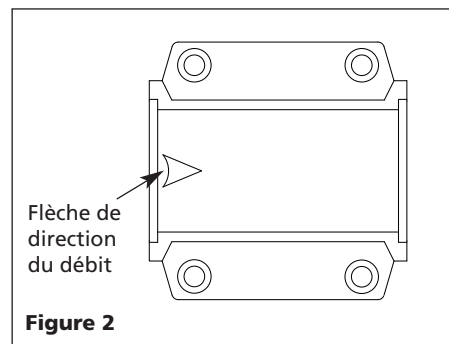

Figure 2
1. Trouver la flèche de la direction du débit d'air (voir Figure 2, particulier). Cette flèche indique la direction du débit d'air, soit, indique la sortie d'air.
3. Vérifier que la flèche pointe vers la sortie. (Voir la Figure 2)